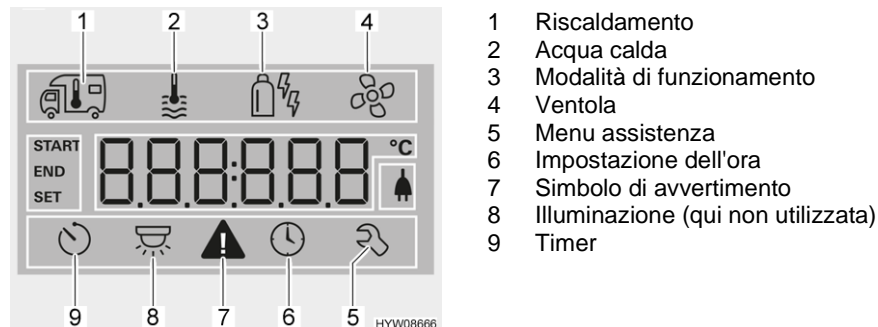

Fig. 165 Display (centralina di controllo)
- Ruotare la manopola/il pulsante (Fig. 164,6), finché il simbolo del menu del riscaldamento (Fig. 165,1) lampeggia.
- Ruotare la manopola/il pulsante (Fig. 164,6), finché il simbolo del menu relativo all'acqua calda (Fig. 165,2) lampeggia.
- Ruotare la manopola/il pulsante (Fig. 164,6), finché il simbolo del menu relativo alla modalità di funzionamento (Fig. 165,3) lampeggia.
- Ruotare la manopola/il pulsante (Fig. 164,6), finché il simbolo del menu delle ventole (Fig. 165,4) lampeggia.
- Ruotare la manopola/il pulsante (Fig. 164,6), finché il simbolo del menu del timer (Fig. 165,9) lampeggia.
- Premere la manopola/il pulsante. Il timer è attivato. Il simbolo del timer (Fig. 165,9) lampeggia quando il timer è programmato e attivo.
In caso di avviso, il relativo simbolo lampeggia (Fig. 165,7). Il riscaldamento rimane in funzione. Se si tratta solo di un guasto temporaneo, il simbolo di avvertimento si spegne autonomamente.